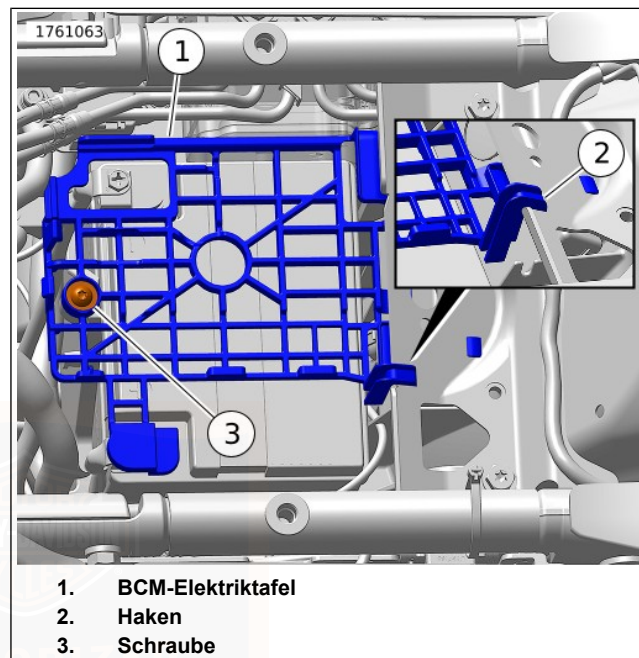

Abbildung 112. Ausbau/Einbau der BCM-Elektriktafel
9. Siehe Abbildung 112 . Die Schraube (3) und die BCM-Elektrizitätstafel (1) entfernen.
7. Siehe Abbildung 112 . Die BCM-Elektriktafel (1) einbauen. Sicherstellen, dass der Haken (2) oben an der Rahmenlasche einhakt.
8. Die Schraube (3) anbringen. Festziehen.